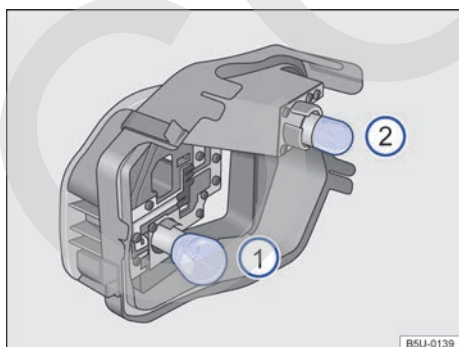

Fig. 174 En el soporte de las lámparas: ubicación de las lámparas.
10. Para remover las lámparas incandescentes quemadas → fig. 174 ① y ②, presionar la lámpara contra el soporte y girar, al mismo tiempo, en el sentido antihorario.
12. Para insertar las lámparas nuevas ① y ② en el soporte, presionar la lámpara y girar, al mismo tiempo, en el sentido horario, hasta el batiente.
La ubicación e identificación de las lámparas incandescentes → fig. 174 están relacionadas a continuación: